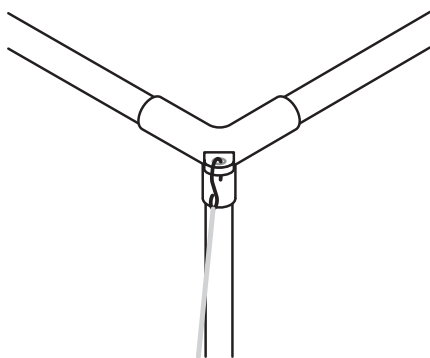

Figure 12
2. Fixez le crochet de la sangle à la boucle du connecteur d'angle (Figure 12).
1. Fixez le crochet en S de la sangle à la boucle du connecteur d'angle (Figure 12).